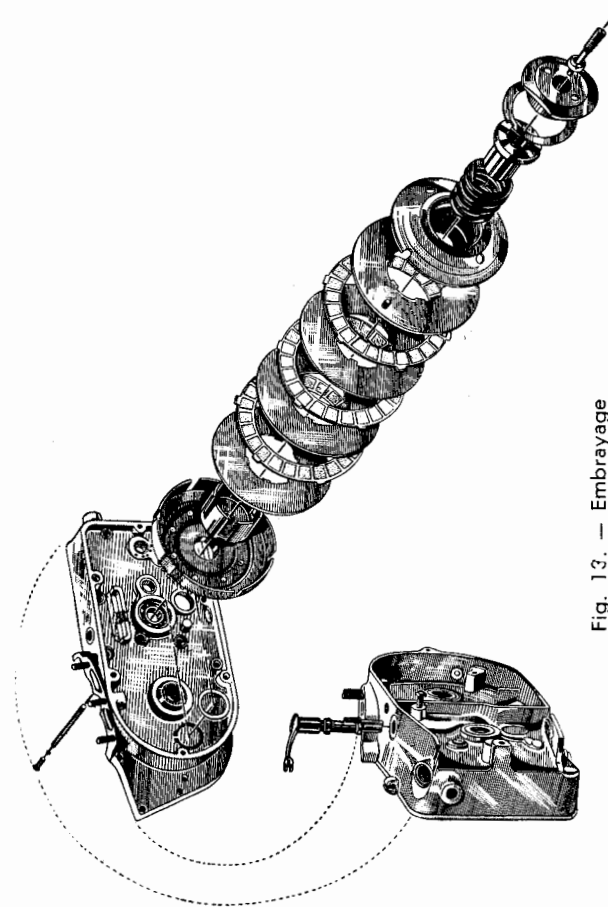

Fig. 13. — Embrayage
a) **EMBRAYAGE** (Fig. 13). — Celui-ci se trouve dans le compartiment gauche du moteur, à l'extrémité de l'arbre primaire de la boîte de vitesses. Sa fonction est d'accoupler la boîte de vitesses au moteur. Il est composé de disques garnis de pastilles; le tout travaille dans l'huile, ce qui lui donne une grande douceur. La pression sur les disques est assurée par un ressort de grande flexibilité. La commande se fait par l'intermédiaire du levier se trouvant à gauche sur le guidon. Une vis de réglage située au-dessus du moteur permet d'ajuster la course du levier de commande. Celle-ci doit être réglée sans jeu. Si l'embrayage patine, c'est-à-dire si le moteur augmente de régime sans faire accélérer la machine, il faudra donner un peu plus de liberté en agissant sur la vis de réglage du câble.